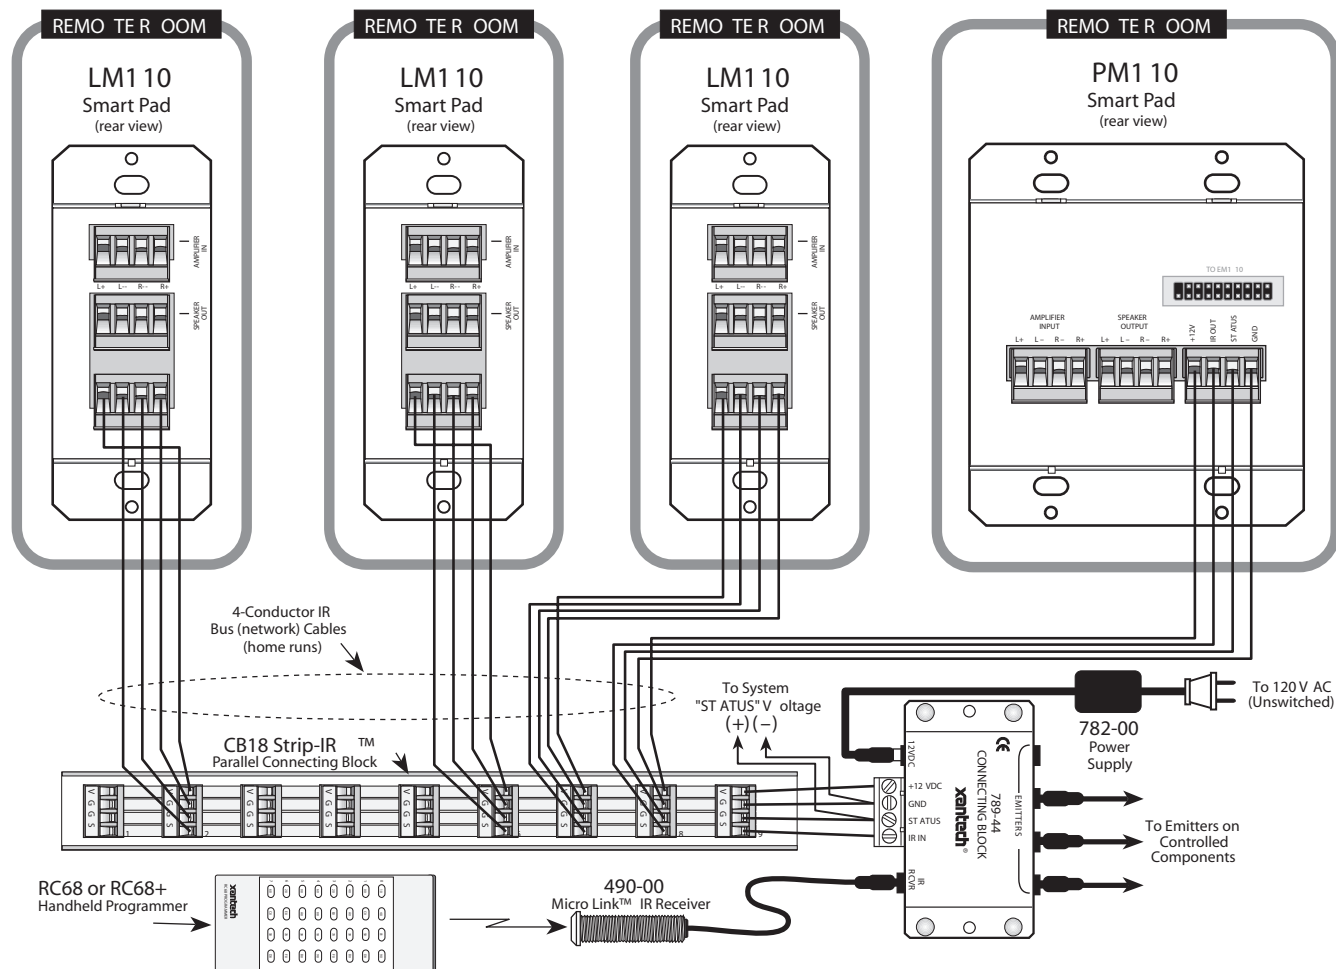

Fig. 31 PM110 to LM110's Network Transfer (Cloning)
複数のゾーンシステムにおいても個別にクローニングするよりも1つか2つのCB18ストリップIRを使って一時的にコモンネットワークを作り出し、一度にクローニング処理を行うこともできます。（図31参照）
1. コモンIRバス（ネットワーク）に16までのキーパッドを接続する（図31参照）。システムに電源がきていることを確認してください。